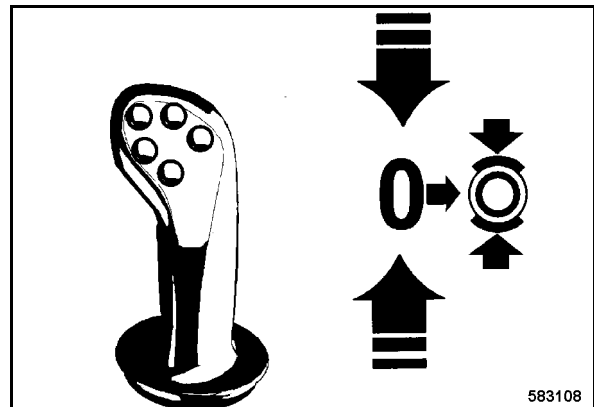

Fig. 91
- Encajar la palanca de marcha (Fig. 91) en posición de freno de estacionamiento.